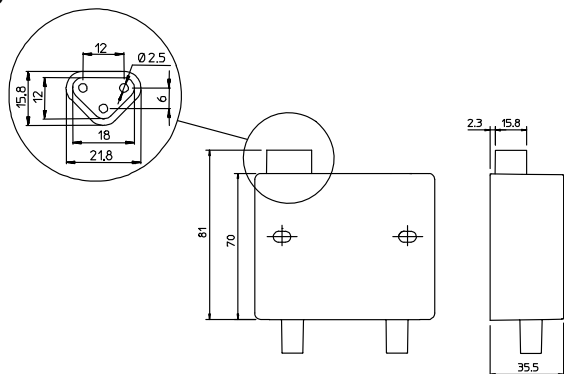

Рис. 6
- P: разъем для кабеля питания (Рис. 6 и 7);